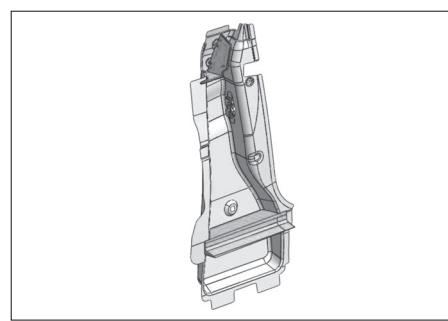

FIG. 77
- Agrafez les deux inserts sur le pied arrière (Fig.77).